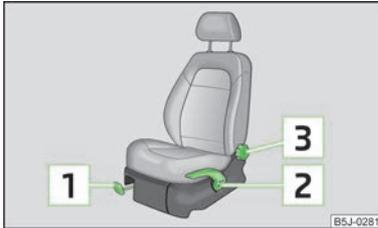

Abb. 35
- Den Hebel **1** » Abb. 35 nach oben ziehen und dabei den Sitz in die gewünschte Position schieben.
- Möchte man den Sitz anheben, den Hebel **2** » Abb. 35 nach oben ziehen bzw. pumpen.
- Die Sitzlehne entlasten (sich nicht anlehnen) und das Handrad **3** » Abb. 35 drehen, um die gewünschte Lehnenneigung einzustellen. ■